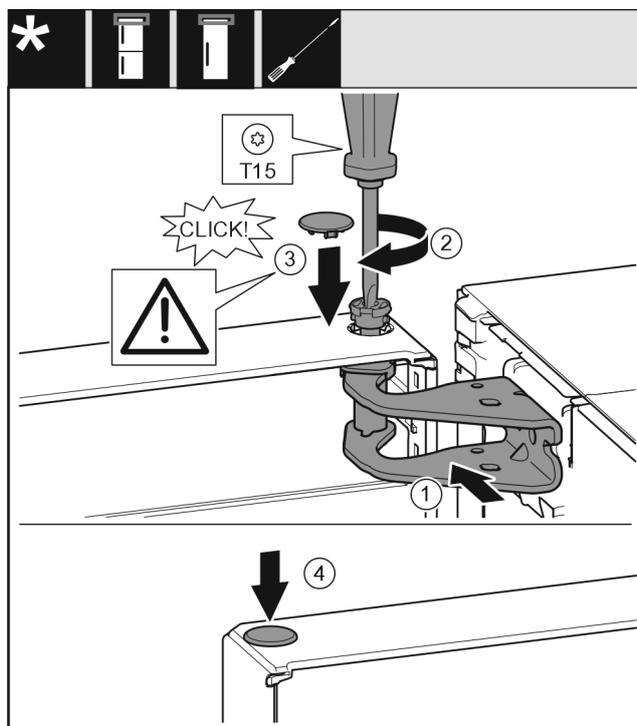

Fig. 22
- ▶ Allineare la porta in alto all'apertura nel blocco di supporto. Fig. 22 (1)
- ▶ Inserire i perni Fig. 22 (2) e stringerli con un cacciavite.
- ▶ Montare la copertura del fusibile Fig. 22 (3) sul fusibile della porta: Inserire la copertura del fusibile e controllare se appoggia sulla porta. Altrimenti inserire completamente i perni.
- ▶ Inserire il tappo Fig. 22 (4).